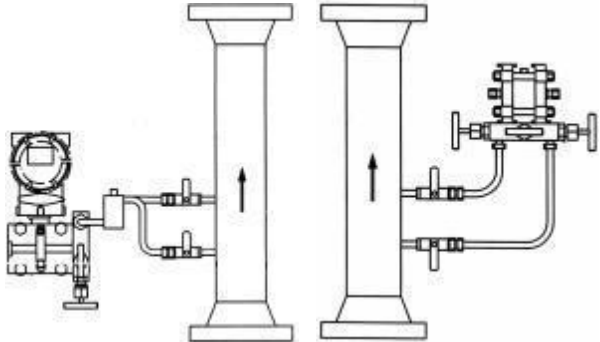

图 7：液体与蒸汽流量测量垂直管道安装图
① 图 7 所示：在水蒸汽和液体介质流量测量时，差压变送器安装在垂直管道低端取压口一侧，且垂直安装在低於取压口的三阀组板垂直端面。